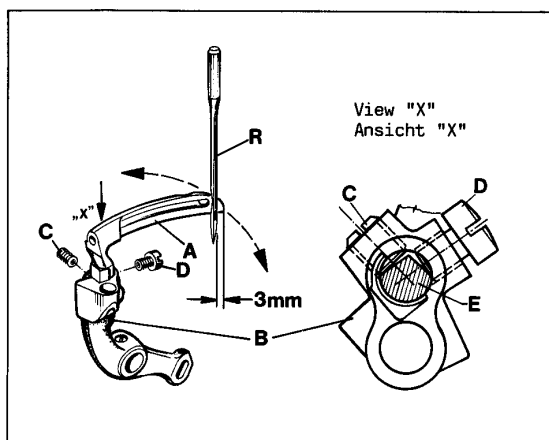

Fig.5
Remove the cloth plate with hinge plate and throat plate, the feed dog, the throat plate support and the needle guard. Insert the lower looper (A, Fig. 5) into the rear hole of the looper lever (B). Now snug the set screw (C) at the back of the looper lever against the flat on the looper shank (E) so that the lower looper point passes as close as possible to the spot on the back of the right needle (R), without deflecting it. Now tighten the second screw (D) firmly.
Rotate handwheel in operating direction until the point of lower looper (A, Fig. 5) projects 3 mm (1/8") to the right from the right side of the right needle. Lower edge of looper and upper edge of needle eye must be flush in this position.
Entfernen Sie die Stoffplatte mit Scharnierplatte und Stichplatte, den Transporteur, die Stichplattenstütze und den Nadelanschlag. Stecken Sie den Untergreifer (A, Fig. 5) in die hintere Bohrung des Greiferhebels (B). Legen Sie nun den Gewindestift (C) hinten im Greiferhebel an der Fläche des Greiferschaftes (E) so an, daß die Untergreiferspitze so dicht wie möglich in der Hohlkehle auf der Rückseite der rechten Nadel (R) vorbeigeht, ohne diese abzulenken. Ziehen Sie dann die zweite Schraube (D) gut an.
Drehen Sie das Handrad in Nährichtung bis die Spitze des Untergreifers (A, Fig. 5) 3 mm rechts von der rechten Seite der rechten Nadel steht. In dieser Stellung müssen untere Greifer- und Oberkante Nadelöhr bündig sein.